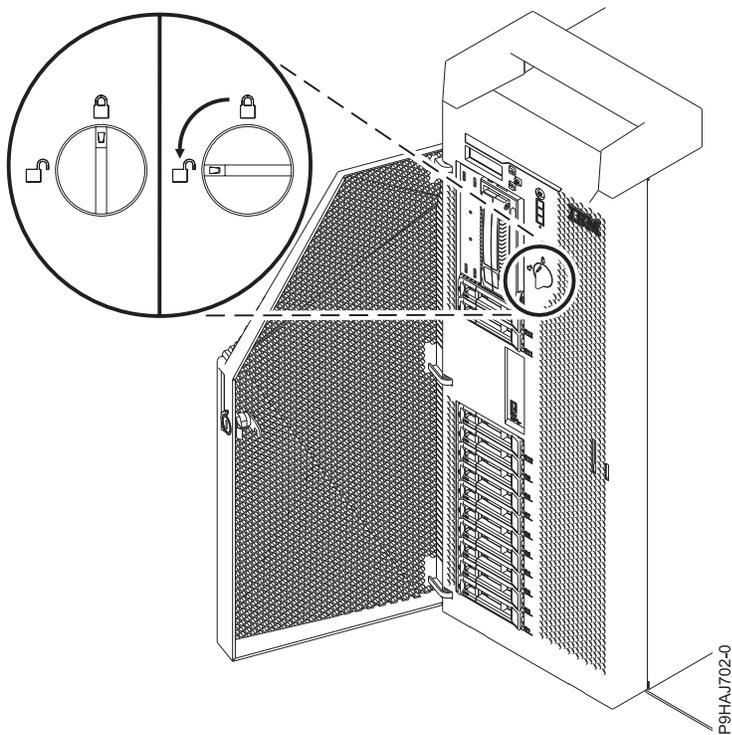

Figura 10. Abrindo o engate da tampa frontal
3. Gire o engate da tampa para a esquerda (no sentido anti-horário) para desbloquear a tampa, como mostrado na Figura 10 na página 27. A vertical está bloqueada; a horizontal está desbloqueada.